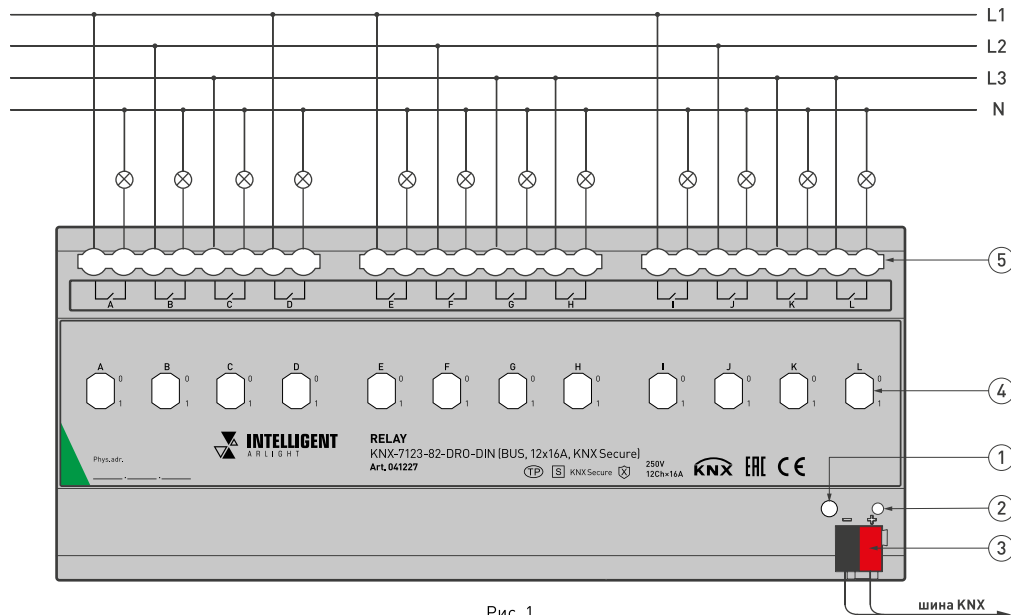

Рис. 1.
- 3.3. Подключите шину данных KNX (красный и черный провода в кабеле KNX) к соответствующим клеммным колодкам, соблюдая полярность и цвета проводов, затем подключите силовые клеммы в соответствии с проектом, см. рис. 1.